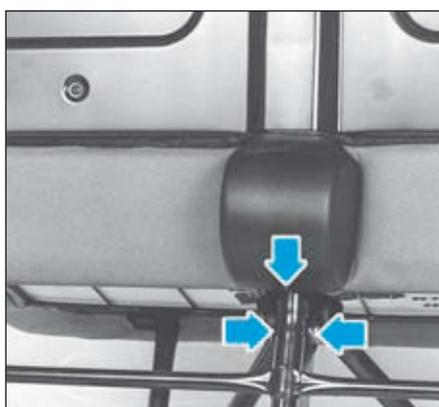

FIG.56
- Déposer la fixation inférieure de ceinture (Fig.56) située sur le pied central de l'armature de siège.